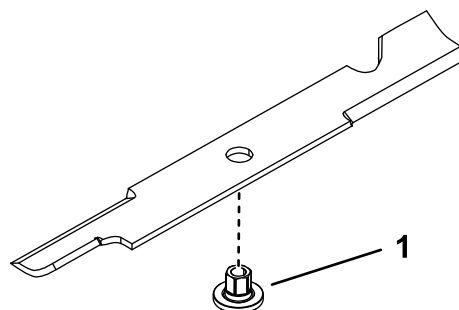

Figura 85
1. Instale o casquilho através da lâmina com a flange do casquilho na parte inferior (relva) da lâmina (Figura 85).